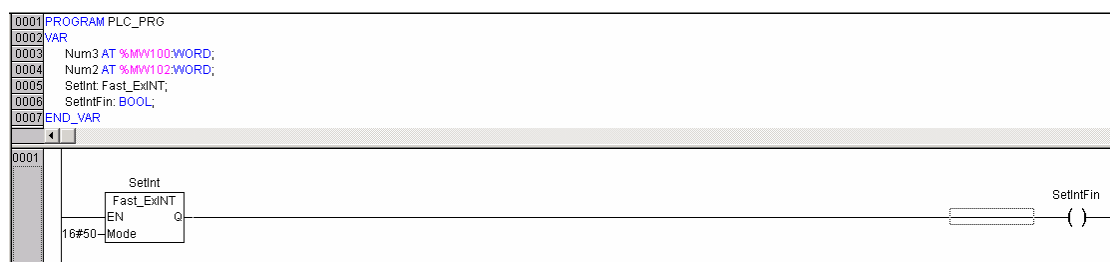

图 B-4-1
2. 按照要求，I0.6、I0.7 每到达一个上升沿产生中断，I1.0 不使用，则 Fast_ExINT 功能块的 Mode=16#50，主程序变量定义与梯形图如图 B-4-1。